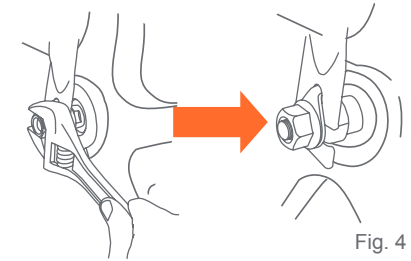

Fig. 4
- 4) • Posicione la rueda correctamente. Ponga las tuercas en el eje y atornillelas con una llave inglesa abierta o de pipa. Apriételas hasta que sienta bastante resistencia. La rueda debe quedar fija (Fig. 4).